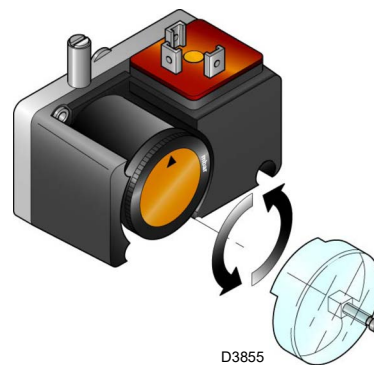

Fig. 31
- Regular el presostato gas de mínima (Fig. 31 en la pág. 34) en el inicio de la escala.
Realizar el ajuste del presostato gas de mínima (Fig. 31) después de ajustar el quemador, las válvulas de gas y el estabilizador de la rampa.